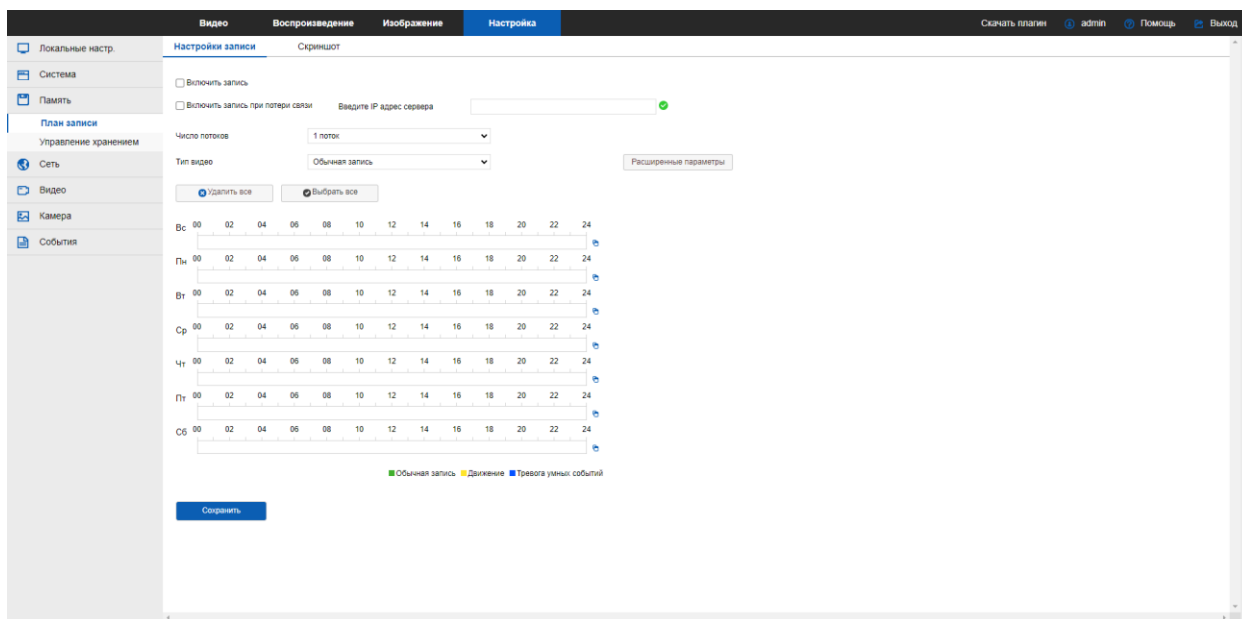

Рисунок 18
- перейдите во вкладку «Настройка», выберете пункт «Память», далее «План записи» и установите галочку «Включить запись». Нажмите кнопку «Выбрать все» и убедитесь, что появились зеленые поля по каждому дню недели. Нажмите кнопку «Сохранить» (рисунок 18).